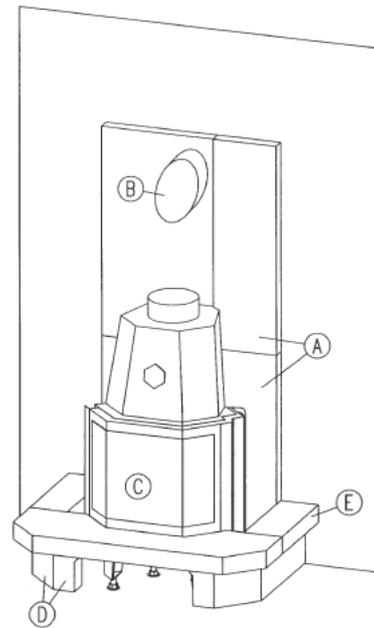

Abb. 4
- 6.2 Der Radiante-Einsatz muß so gerückt werden, daß der Untersims ca 3 - 5 mm überdeckt wird, aber noch 2 - 3 mm „Luft“ zwischen Marmor und Heizeinsatz verbleibt, so dass sich der Heizeinsatz ausdehnen kann, ohne die Marmorteile zu beschädigen! (Abb. 4)